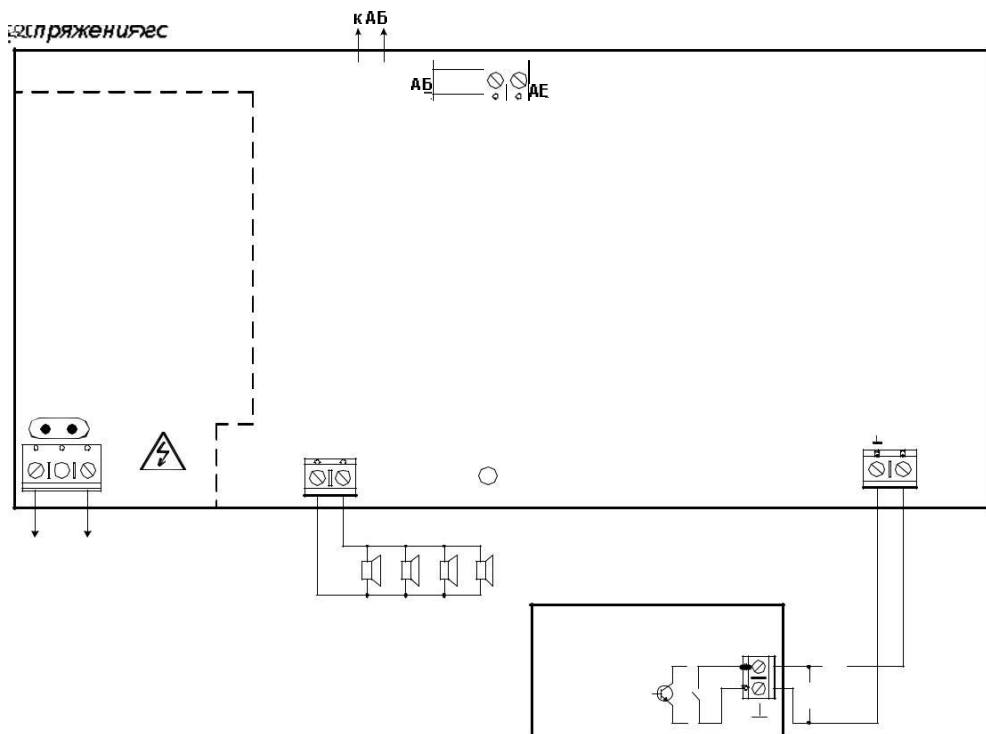

Рис. 1 Схема внешних подключений прибора «Рокот»
- Выход подключения ЛО. К линии оповещения может быть подключено от одной до четырех АС (см. рис. 1). Характеристики выхода приведены в разделе 2.5.
Вход в режим возможен из дежурного режима при длительном (более 4 секунд) нажатии кнопки «ТЕСТ». Для защиты от несанкционированного доступа посторонних лиц предусмотрена блокировка кнопки «ТЕСТ» с помощью перемычки J1, размещенной на плате контроллера прибора (см. рис. 1). При замкнутой перемычке J1 переход в тестовый режим заблокирован.
**ВНИМАНИЕ!** На плате контроллера прибора на участке, показанном на рис. 1 штриховой линией присутствует напряжение ~220 В.
В источнике питания прибора используется самовосстанавливающийся предохранитель FU1 (рис.1).
Схема подключения к прибору ЛО и АС приведена на рис. 1 раздела 10.
Переключки, позволяющие выбрать тактики использования линий управления и оповещения, установлены на плате контроллера прибора (см. рис.1) и доступны после вскрытия его корпуса.
- К клеммам «220В» платы прибора подсоедините кабель сетевого питания (см. рис.1). Подключите прибор к сети ~220 В 50 Гц. Индикатор «Сеть/Резерв» должен загореться зеленым цветом.